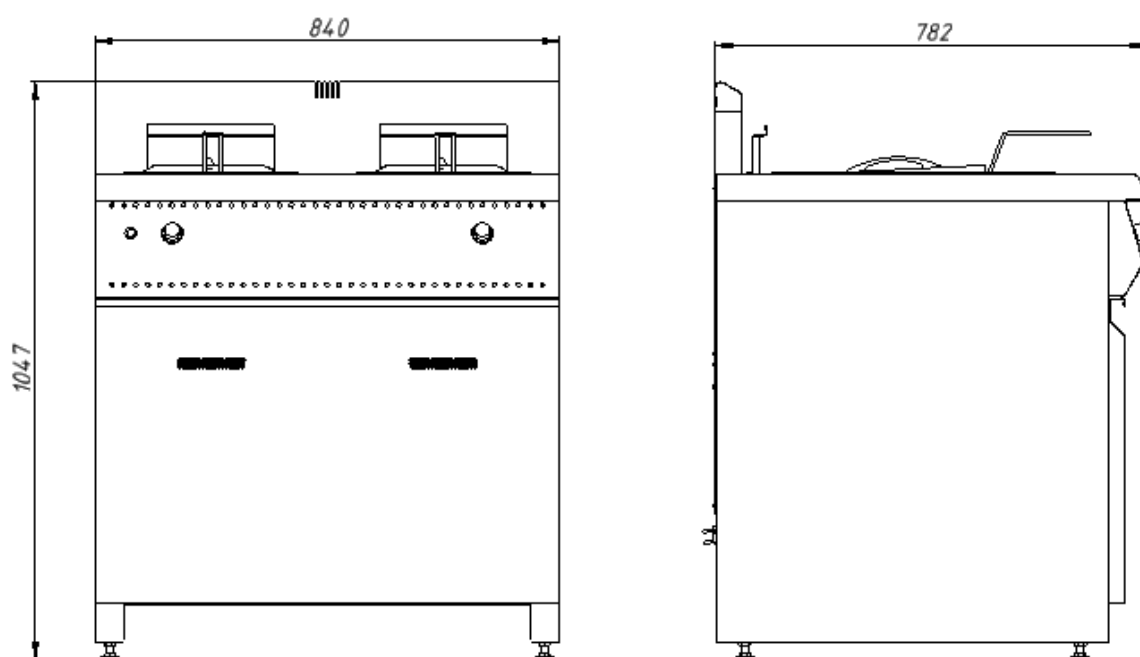

Рис. 1.Габаритные размеры установки
5.1 Фритюрницу следует установить с соблюдением ГОСТ 12.2.124-90 «Оборудование продовольственное. Общие требования безопасности» и «Правил безопасности в газовом хозяйстве», но не менее 300мм от задней стенки установки до стены и между боковых стенок рядом стоящего оборудования в линии. Регулируемыми ножками поз.6 рис.1 выставить фритюрницу горизонтально.